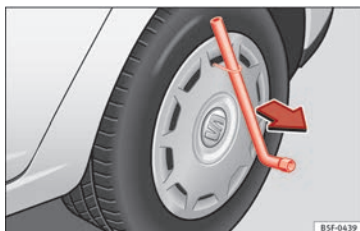

Fig. 69 Retirer l'enjoliveur intégral.
- Retirez l'enjoliveur intégral de la roue à l'aide de l'étrier métallique » **fig. 69**.